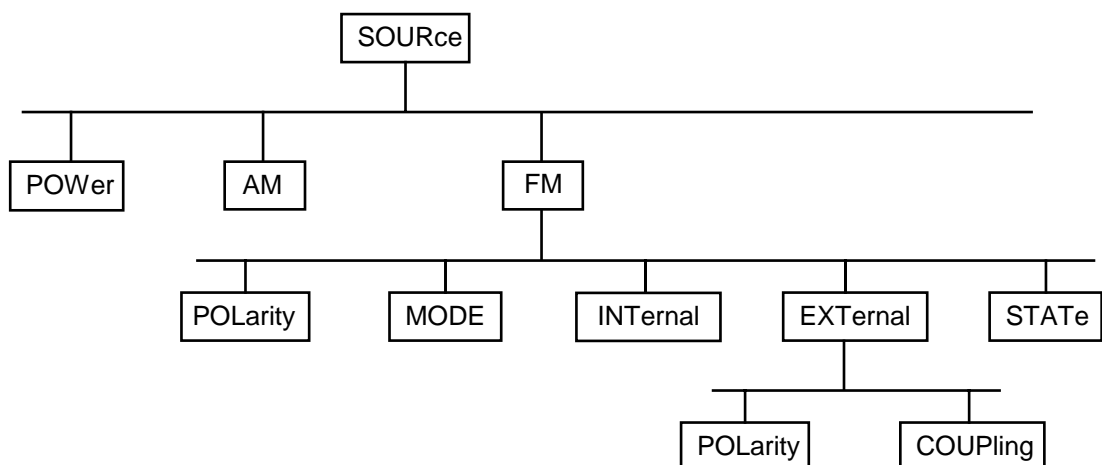

Bild 3-1 Baumstruktur der SCPI-Befehlssysteme am Beispiel des Systems SOURce
SCPI (Standard Commands for Programmable Instruments) beschreibt einen einheitlichen Befehlssatz zur Programmierung von Geräten, unabhängig vom Gerätetyp oder Hersteller. Zielsetzung des SCPI-Konsortiums ist es, die gerätespezifischen Befehle weitgehend zu vereinheitlichen. Dazu wurde ein Gerätemodell entwickelt, das gleiche Funktionen innerhalb eines Gerätes oder bei verschiedenen Geräten definiert. Befehlssysteme wurden geschaffen, die diesen Funktionen zugeordnet sind. Damit ist es möglich, gleiche Funktionen mit identischen Befehlen anzusprechen. Die Befehlssysteme sind hierarchisch aufgebaut. Bild 3-1 zeigt diese Baumstruktur anhand eines Ausschnitts aus dem Befehlssystem SOURCE, das die Signalquellen der Geräte bedient. Die weiteren Beispiele zu Syntax und Aufbau der Befehle sind diesem Befehlssystem entnommen.
**Hierarchie:** Gerätespezifische Befehle sind hierarchisch (siehe Bild 3-1) aufgebaut. Die verschiedenen Ebenen werden durch zusammengesetzte Header dargestellt. Header der höchsten Ebene (root level) besitzen ein einziges Schlüsselwort. Dieses Schlüsselwort bezeichnet ein ganzes Befehlssystem.